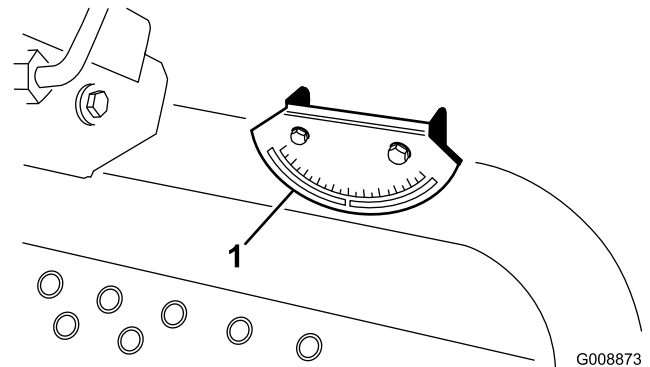

Bild 5
- Prüfen Sie, ob die Maschine nivelliert ist, indem Sie einen manuellen Neigungsmesser (gehört zum Lieferumfang der Maschine) gegen eine Querschiene des Rahmens am Kraftstofftank halten (Bild 5). Aus der Fahrerposition gesehen muss der Neigungsmesser auf Null stehen.